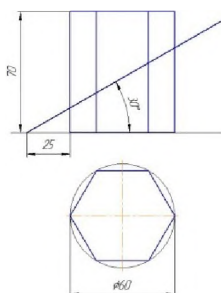

Рисунок 1 – Пересечение призмы проецирующей плоскостью
8. Построить комплексный чертёж призмы усеченной проецирующей плоскостью (рисунок 1). Определить натуральную величину фигуры сечения и построить развертку этих поверхностей.